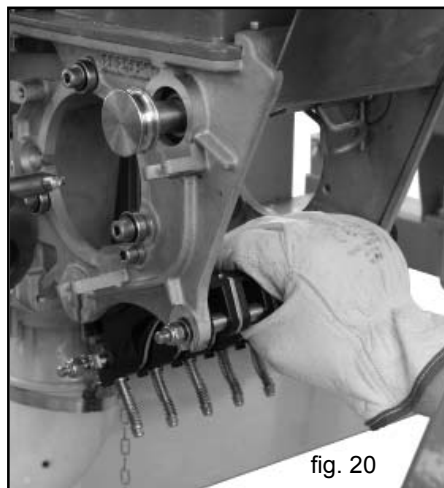

fig. 20
- 3) Extraiga el grupo de palpadores por la parte trasera (Fig. 20) y luego, extraiga la parte delantera.